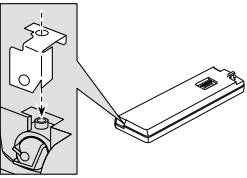

Fig. 11
1. Attachez le crochet sur la face avant. (Fig. 11)